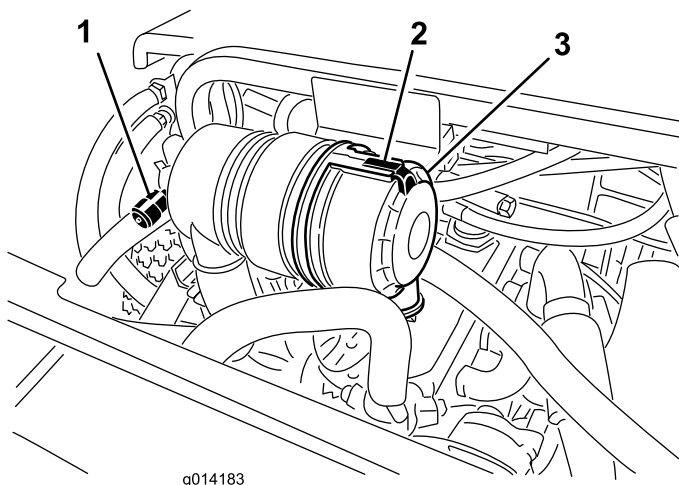

図 35
エアクリーナの整備はインジケータ（図 35）が赤色になってから行ってください。早めに整備を行っても意味がありません。むしろフィルタを外したときにエンジン内部に異物を入れてしまう危険が大きくなります。
1. エアクリーナのカバーをボディーに固定しているラッチを外す(図 35)。